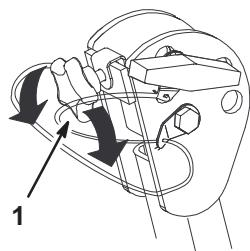

Bild 4
1. Lösen Sie zum Absenken des Überrollbügels die vorderen Griffe (Bild 4).